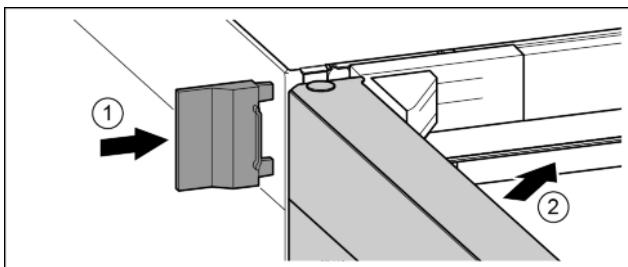

Fig. 22
- Nataknite vanjski pokrov. Fig. 22 (1)
- Zatvorite gornja vrata. Fig. 22 (2)